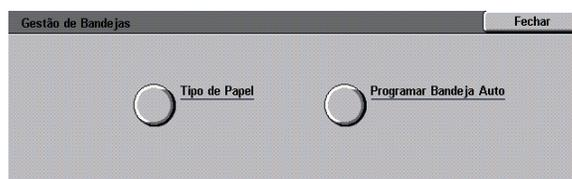

Figura 6: Ecrã Gestão de Bandejas
- 1 No ecrã Recursos, prima o ícone **Gestão de Bandejas** para visualizar o ecrã Gestão de Bandejas, tal como ilustrado na Figura 6.